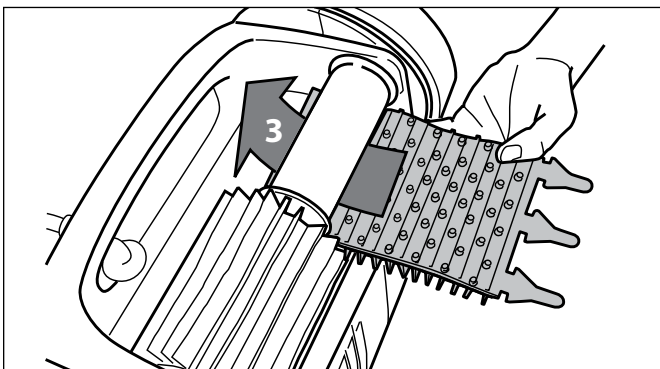

Figura 32. Instale el cepillo nuevo
3. Para instalar un cepillo nuevo, colóque lo en el rodillo con las espigas hacia abajo (Figura 32).